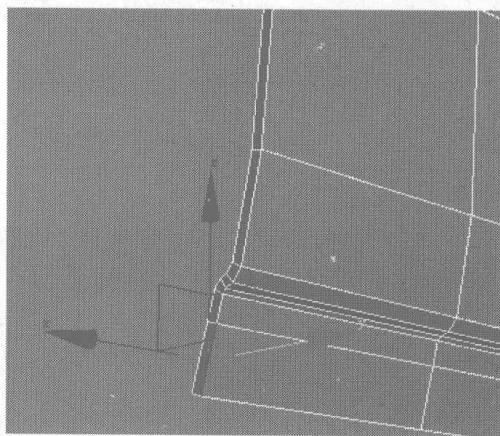

图 4.308
- 12** 选择内侧如图 4.308 所示的边线，在 Selection 卷展栏中单击 **Loop** 按钮，选择其循环的曲线，在 Edit Edges 卷展栏中单击 **Split** 按钮，将其沿此边线分割，并将分割出来的内侧面删除。